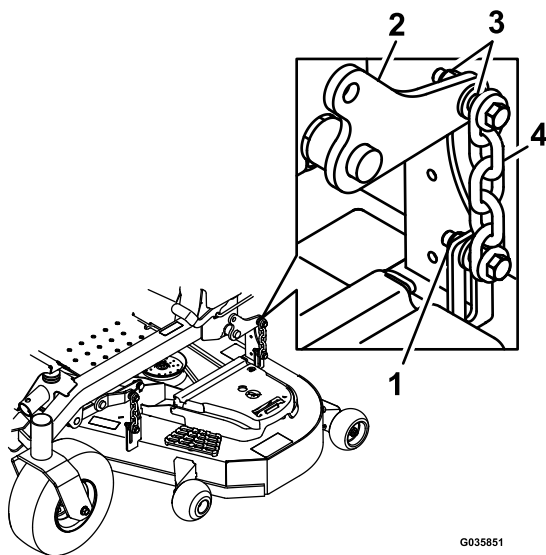

図 78
14. 4 隅にあるロックナット(図 78) 前部をゆるめ、刈り込みデッキが 4 つのブロックにぐらつかずに乗っていることを確認する。